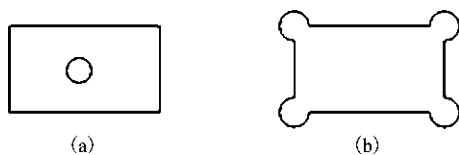

图 1-138 习题 7
7. 将图 1-138(a)中的圆放大 1.2 倍。通过编辑命令完成如图 1-138(b)所示的图形。